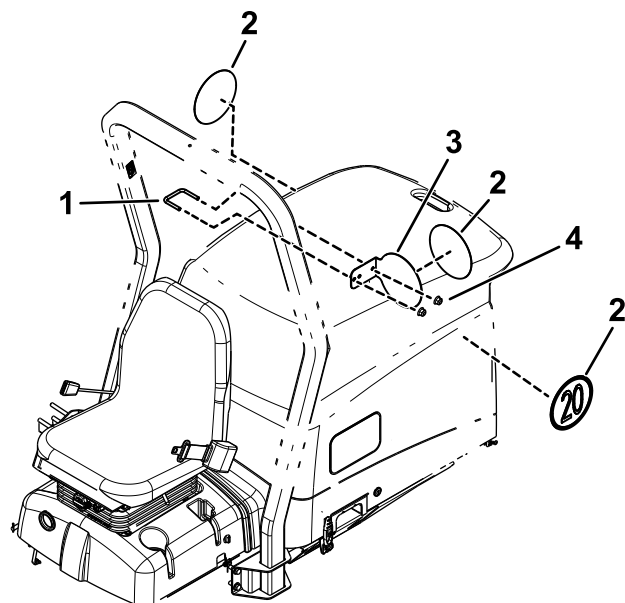

Figura 24
1. Fije una señal en cada lado de la máquina (Figura 24).
2. Utilice una abrazadera y 2 tuercas con arandela prensada ($\frac{3}{8}$ ") para fijar la placa de velocidad al lado izquierdo de la barra antivuelco (Figura 24).
3. Pegue una señal en la placa de velocidad (Figura 24).